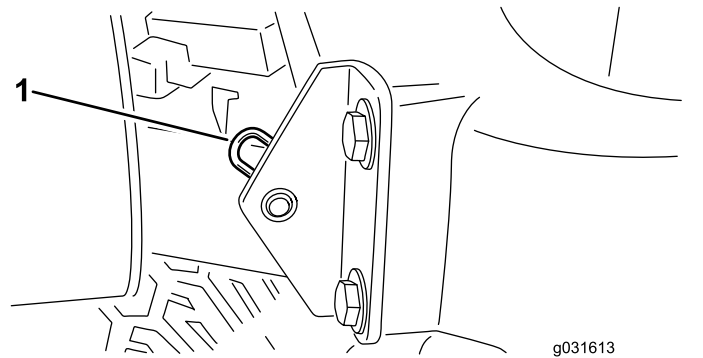

Figura 42
2. Togliete la coppiglia che fissa il perno del cofano alle staffe di montaggio (Figura 42).